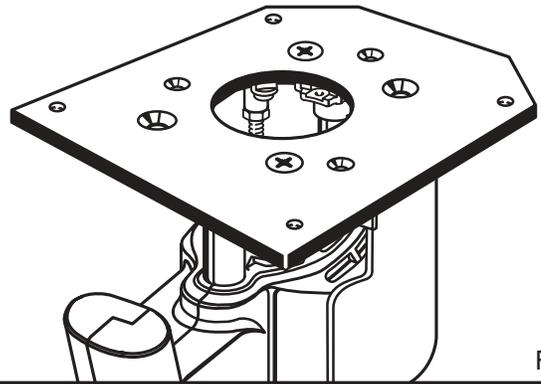

Fig. 6
- Une fois correctement installée, la plaque de montage se retrouve bien fixée à la toupie. Voir figure 6.